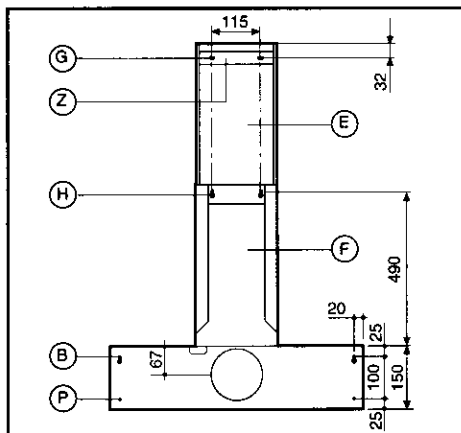

Fig.2
Perçer 4 trous (B-P) en respectant les cotes indiquées à la fig. 2. Pour les différents montages utiliser les vis et les chevilles à expansion appropriées au type de mur (ex. béton, placoplâtre, etc.). Accrocher la hotte au mur en utilisant les deux orifices (B) fig. 2. Fixer définitivement la hotte au mur en utilisant les deux orifices
Perçer 4 trous (G-H) en respectant les cotes indiquées à la fig. 2. Pour les différents montages utiliser les vis et les chevilles appropriées au type de mur (ex. béton, placoplâtre, etc.). Bloquer l'étrier (Z) au mur fig. 2. Placer les deux raccords verticalement sur la hotte. Accrocher le raccord (F) en utilisant les deux orifices (H) fig. 2. Extraire le raccord (E) du raccord (F) et le bloquer latéralement à l'étrier (Z) à l'aide des vis à cet effet.